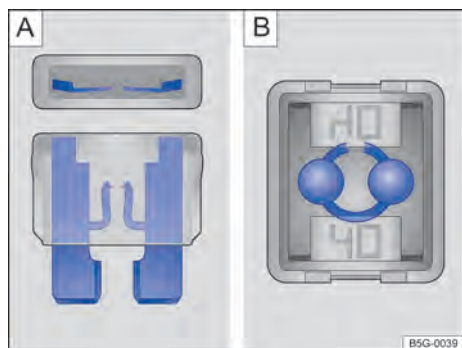

Fig. 176 Fusível queimado: [A] fusível plano, [B] fusível de bloqueio.
- Um *fusível plano* (ATO®, MINI®) queimado é reconhecido de cima ou de lado pela carcaça transparente nas faixas metálicas derretidas → Fig. 176 [A].
- Um *fusível de bloqueio* (JCASE®) queimado é reconhecido pelas faixas metálicas derretidas por cima da carcaça transparente → Fig. 176 [B].